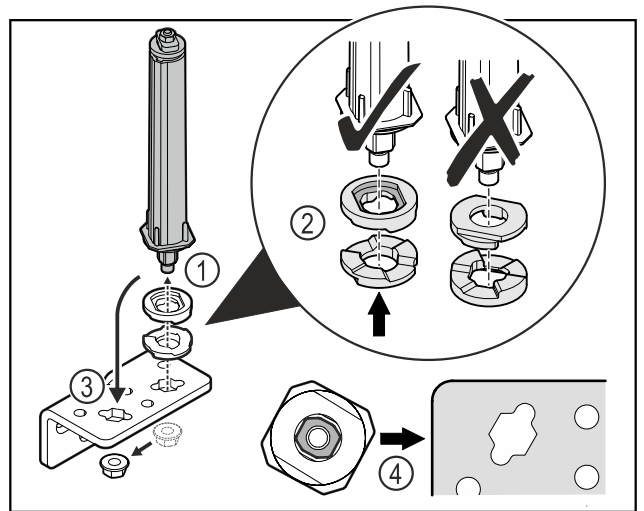

Fig. 39
- ▶ Развийте гайката и свалете затварящата система на вратата Fig. 39 (1).
- ▶ Обърнете внимание на правилното подравняване на шайбите за регулиране на височината Fig. 39 (2).
- ▶ Преместете затварящата система на вратата в ъгъла на пантата и я фиксирайте с гайката Fig. 39 (3).
- ▶ При поставяне се уверете, че затварящата система на вратата е правилно подравнена Fig. 39 (4).